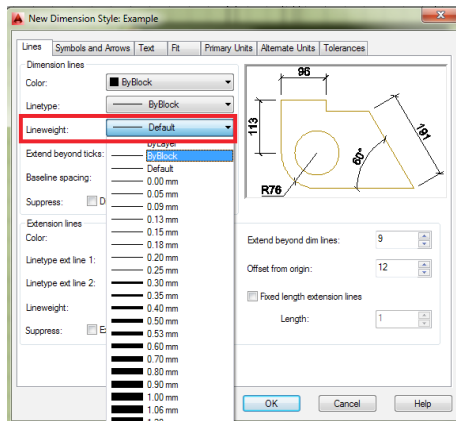

Рис. 88 Настройка толщины линии
- **Lineweight (Вес линий).** Настройка толщины линии размера (Рис. 88).